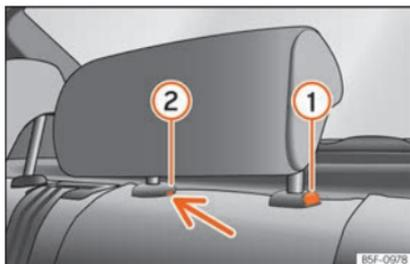

Fig. 142 Poggiatesta per il sedile posteriore centrale: punto di sblocco.
- Premere il tasto ① »» fig. 142, premendo al tempo stesso attraverso il foro della sicura ② »» fig. 142 con un cacciavite piatto di massimo 5 mm di larghezza e ritirare il poggiatesta.